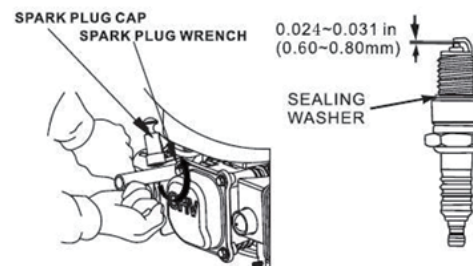

Figure 10
4. Mesurez l'écartement de l'électrode avec la jauge appropriée. L'écart correct est de 0,024 à 0,031 pouces (0,60 à 0,80 mm). Si un réglage est nécessaire, corrigez l'écart en pliant soigneusement l'électrode latérale. (Voir la figure 10)